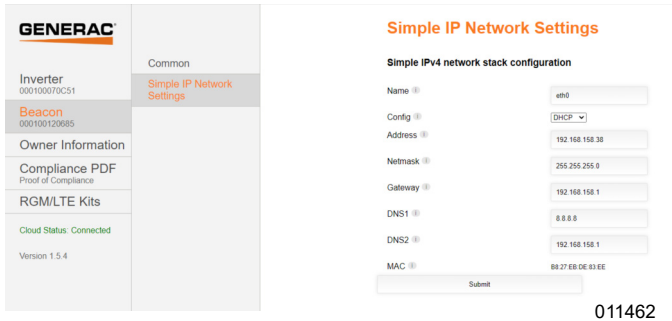

Figura 6-25. Configure los ajustes de IP estática
3. Seleccione Simple IP Network Settings (Configuración de red de IP simple). Consulte la Figura 6-25.